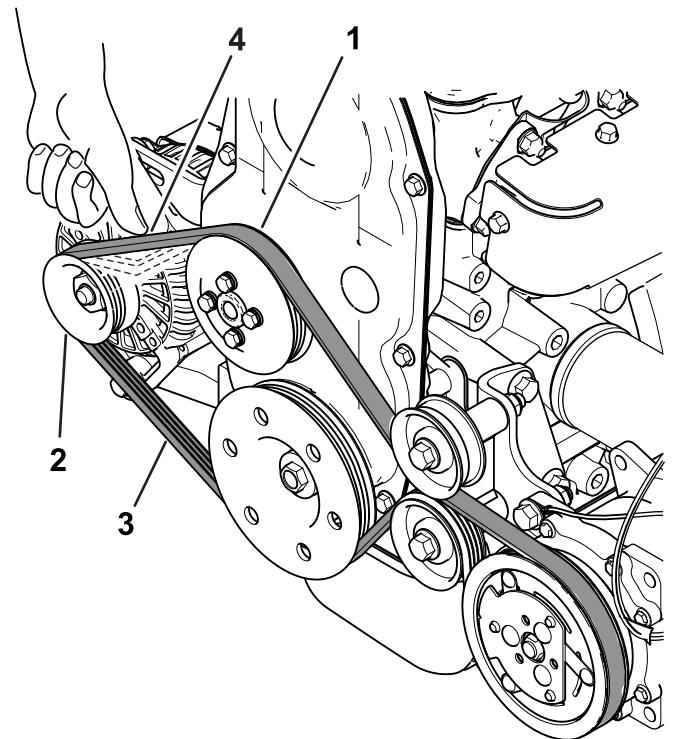

Figura 38
12. Meça a deflexão da correia aplicando 98 N de força ou 8 a 10 mm de deflexão à correia entre a polia do ventilador e a polia do alternador (Figura 38).